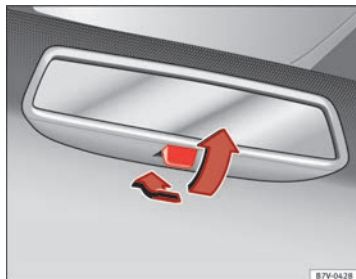

Fig. 72 Specchietto retrovisore fotocromatico manuale.
- Per rendere più scuro lo specchietto retrovisore, spostare la levetta all'indietro ⇒ fig. 72.